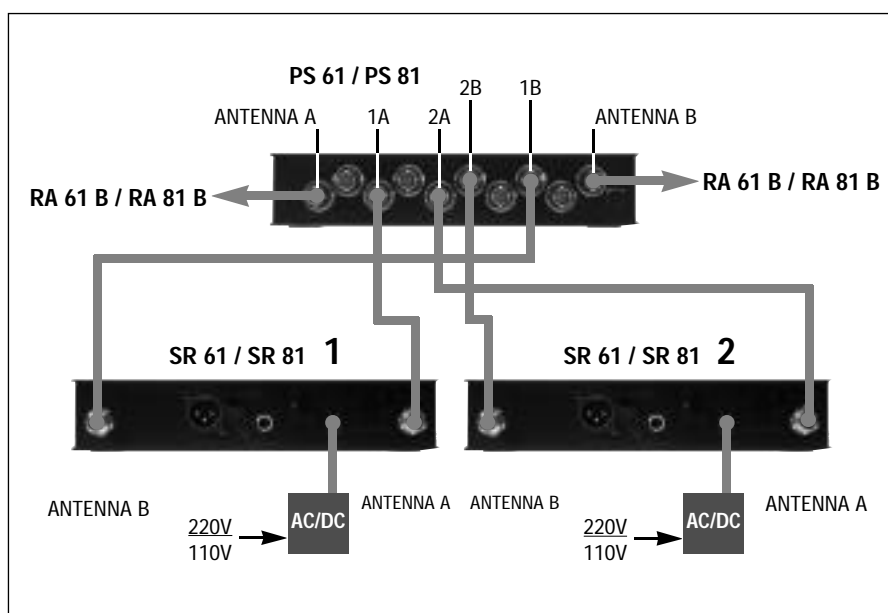

Fig. 6: Cablaggio di un impianto a 2 canali
1. Collegate, con cavi BNC (opzionali - vedi capitolo 2.3), rispettivamente un ricevitore alle uscite 1A, 1B e 2A, 2B (vedi fig. 6).
2. Collegate le rimanenti uscite del power-splitter agli ingressi ANTENNA dei ricevitori come illustrato nella fig. 6.
1. Collegate le uscite del power-splitter agli ingressi ANTENNA dei ricevitori servendovi di cavi BNC (opzionali), come rappresentato nella fig. 6.